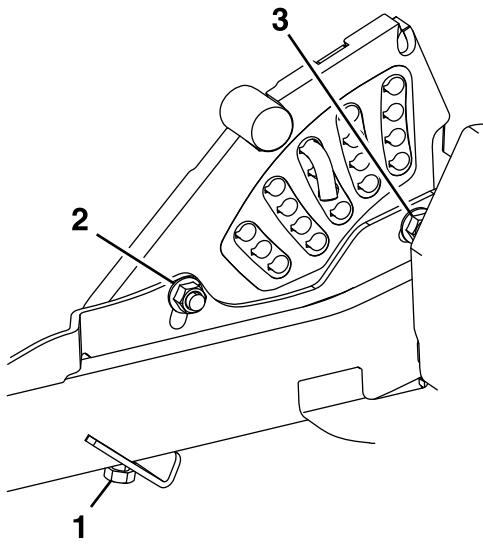

Рисунок 83
11. Якщо 4 регулятора кожуха недостатньо відрегульовані для досягнення точної висоти скошування за допомогою необхідного кута ухилу, ви можете відрегулювати систему з однієї точки (Рисунок 83).
12. Щоб відрегулювати систему з однієї точки, спочатку ослабте передній та задній болти кріплення пластини висоти різання (Рисунок 83).
14. Затягніть 2 болти на нижній частині пластини висоти різання (Рисунок 83).